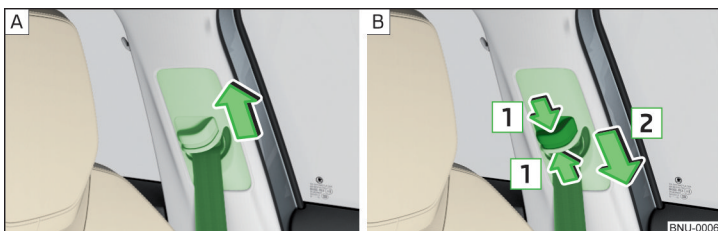

Fig. 17 Reglarea pe înălțime a centurilor de siguranță ale locurilor din față
► Deplasați dispozitivul de ghidare **în sus**, în direcția săgeții » fig. 17 - [A].
► **Sau:** Comprimați siguranța în sensul săgeților **1** și deplasați dispozitivul de ghidare **în jos** în sensul săgeții **2** » fig. 17 - [B].